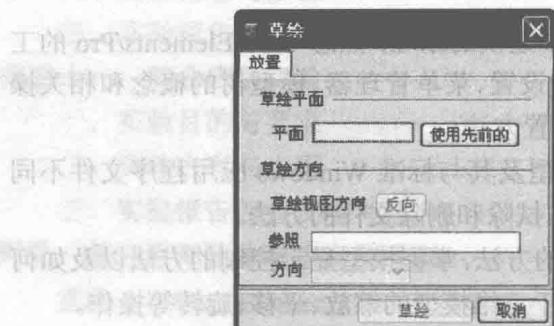

图 1-2 “草绘”对话框
- (4) 单击操控板【放置】面板上的【定义...】按钮创建将要拉伸的二维截面。
- (5) 在弹出的如图 1-2 所示的【草绘】对话框中选取 FRONT 基准面作为草绘平面，指定 RIGHT 面为参考平面，法线方向向右；然后单击【草绘】，进入“草绘器”。
- (6) 草绘一个矩形的二维截面，接受缺省的尺寸标注。单击勾选退出“草绘器”。
- (7) 接受系统缺省的拉伸深度值。
- (8) 单击操控板的勾选，完成拉伸特征的建立，得到一个长方体模型。